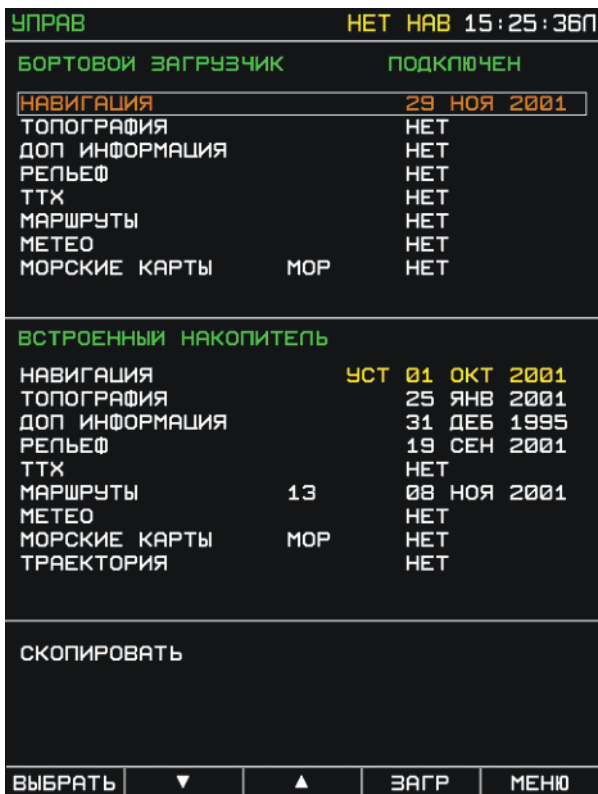

Рис. 30. Готовность изделия АБРИС и внешнего носителя к обновлению данных
5. Манипулятором курсора или кнопками ∇ или Δ подсветить строку с наименованием базы данных, необходимой для обновления, например - **НАВИГАЦИЯ** и нажать кнопку **ЗАГР** (Рис. 30).